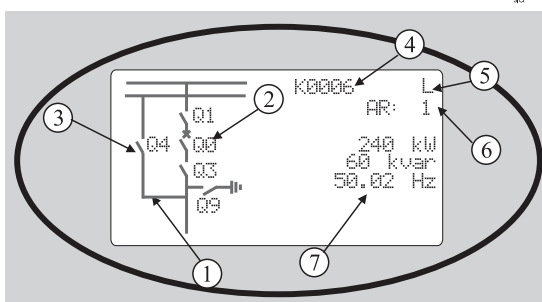

Рисунок 2.2-1. Пример индикации прокрутки
1. Используйте в главном меню клавиши со стрелками ВВЕРХ (UP) и ВНИЗ (DOWN).
3. Нажмите клавишу ВВОД (ENTER) для подтверждения выбранного подменю. Если в выбранном подменю более шести пунктов, на правой стороне дисплея появляется чёрная полоса (Рисунок 2.2-1). Тогда возможна прокрутка подменю.